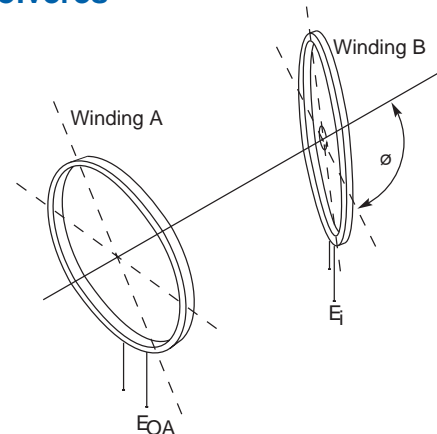

Fig. 5.14 Princípio do resolver.
Se considerarmos dois enrolamentos, A e B (Fig. 5.14), e se fornecermos ao enrolamento B uma tensão senoidal, uma tensão será induzida no enrolamento A. Se girarmos o enrolamento B, a tensão induzida será máxima quando os planos de A e B forem paralelos e será mínima quando estiverem em ângulo reto. A tensão induzida em A também irá variar sinusoidalmente com o ângulo de B, de forma que $E_{OA} = E_i \text{ Sen}\phi$. Se introduzirmos um terceiro enrolamento (C) em ângulo reto com o enrolamento A, quando girarmos o enrolamento B, uma tensão será induzida nesse enrolamento e variará como o cosseno do ângulo ϕ , de forma que $E_{OC} = E_i \text{ Cos}\phi$.